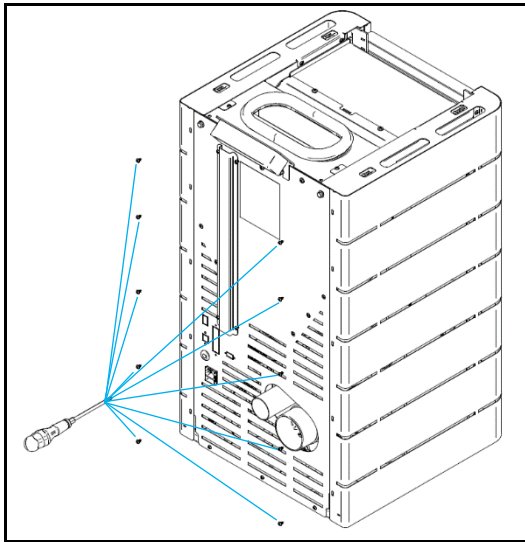

Figura 25 - Fijación de las capas laterales
e) Apretar los laterales en la parte posterior utilizando 10 tornillos del kit, tal como se demuestra en la Figura 25.